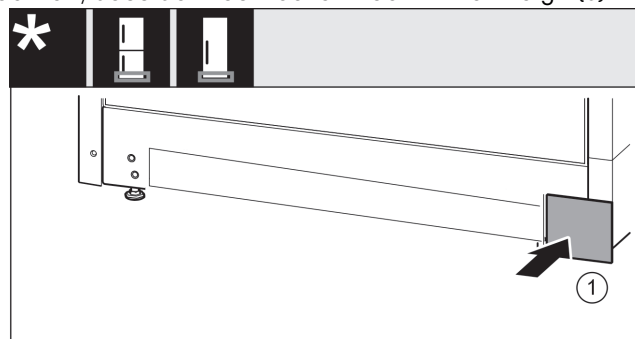

Fig. 35
- Abdeckung auf der anderen Seite wieder aufsetzen. Fig. 35 (1)